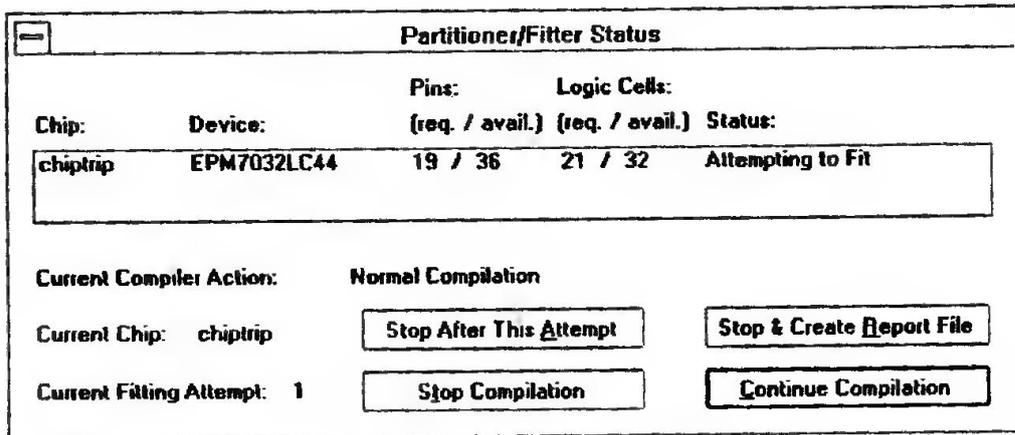

Рис. 2.39
2. Во время обработки проекта модулем **Fitter** (разводчик) нажмите кнопку **Stop/Show Status** в окне компилятора. Это удастся сделать, если производительность вашего компьютера невысока. На экране отобразится диалоговое окно **Partitioner/Fitter Status** (состояние разводки и деления проекта на части) (рис. 2.39), в котором перечисляются все микросхемы для данного проекта и состояние их разводки.